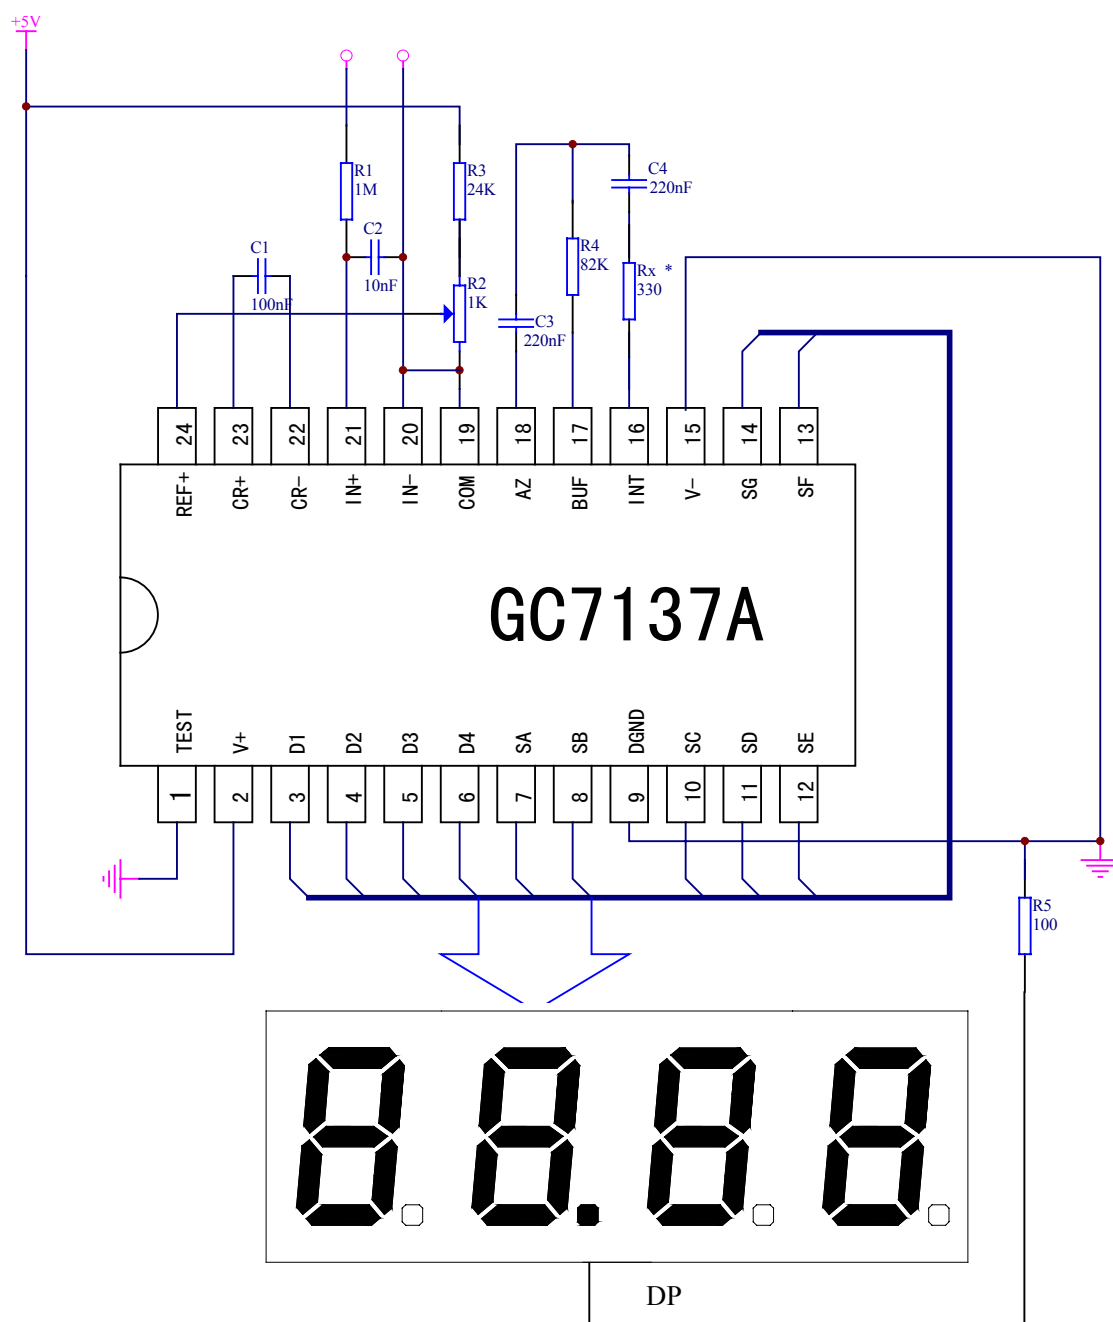

图 4A
GC7137A 可工作于单电源 4.5V-6.0V，双电源  $\pm$ 4.5V 到  $\pm$ 6V。用户可根据测量信号的参考点的位置来选择供电方式。对于必须和信号输入共地的应用，就必须选用双电源供电方式。两种电源的应用原理图参见图 4A 和 4B。
3、图 4A 和 4B 管脚 1 分别都接地。